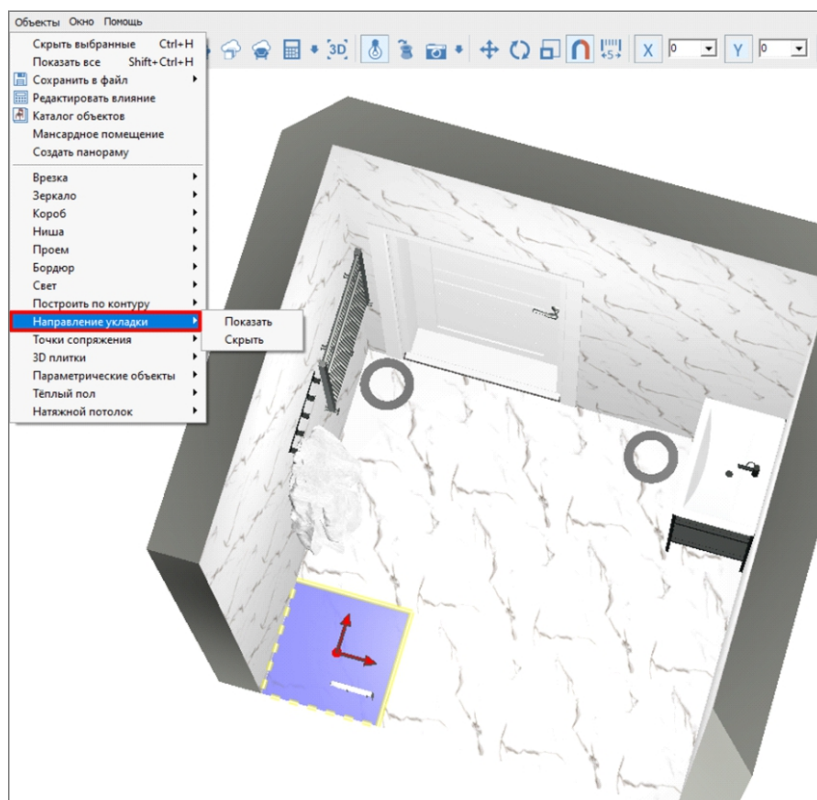

рис. 81
2. в меню «Объекты» → «Направление укладки» → «Показать» (рис. 81);